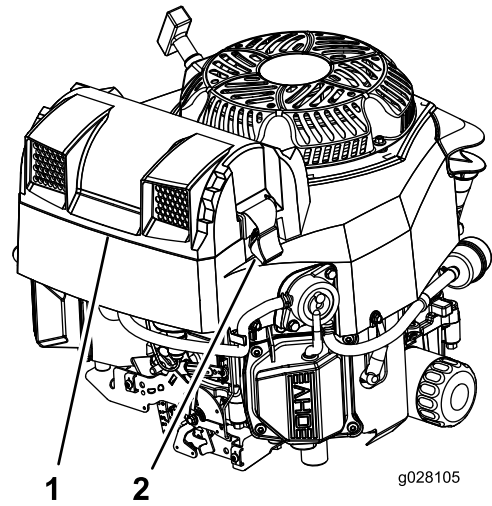

Figura 37
3. Liberte os trincos do filtro de ar e empurre a cobertura da admissão de ar para fora do corpo do filtro de ar (Figura 37).
5. Instale a cobertura da admissão e prenda-a com os trincos (Figura 37).